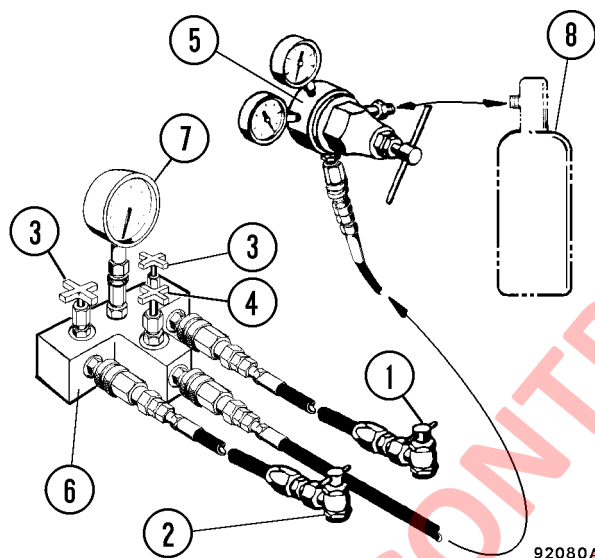

FIGURA 4-1. KIT DE CARGA HYDRAIR
Ensamble el kit de carga como se indica en la Figura 4-1 y fíjelo a un contenedor con nitrógeno seco puro (8).
4. Cargue las suspensiones con gas nitrógeno a una altura lo suficientemente alta para instalar los bloques de carga de nitrógeno, pero que no exceda 279 mm (11 in) Cierre la válvula de entrada (4, Figura 4-1).
10. Cierre la válvula de entrada (4, Figura 4-1). Deje las válvulas de salida (3) abiertas por cinco minutos para permitir que las presiones de las suspensiones se igualen.
11. Cierre las válvulas de salida (3). Desmonte los componentes del kit de carga. Consulte el punto «Desmontaje del kit de carga» previamente en esta sección.